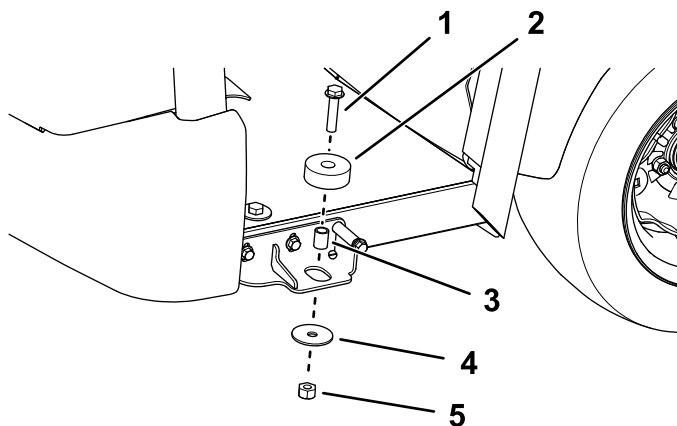

Figure 28
- Fixez les 2 supports élastiques de chaque côté avec un boulon à embase ($\frac{1}{2}$ " x $2\frac{1}{4}$ "), une entretoise, une rondelle et un contre-écrou (Figure 28).